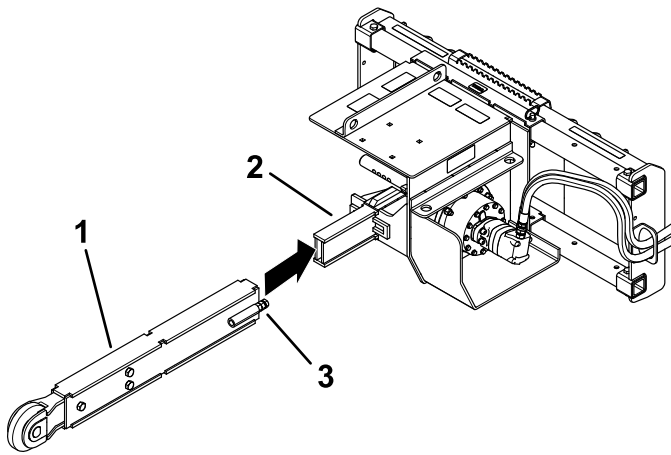

Figura 11
3. Afloje las contratueras y colóquelas lo más cerca posible de las cabezas de los pernos tensores (Figura 11).
5. Retire la espada, dele la vuelta para que la parte inferior esté arriba (o si ya le ha dado la vuelta, cámbiela) y vuelva a instalar la espada (Figura 11).
5. Afloje las contratuercas y colóquelas lo más cerca posible de las cabezas de los pernos tensores (ver Figura 11).